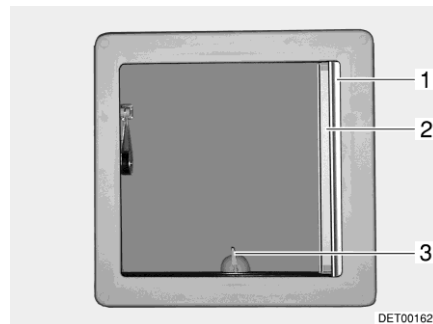
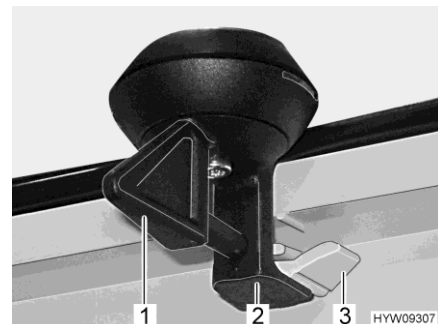

Fig. 50 Lanterneau basculant
Fig. 51 Verrouillage (lanterneau basculant)
- Tourner le levier (Fig. 50,3 ou Fig. 51,1) d'un quart de tour.
- Tourner le levier d'un quart de tour. Le dispositif de verrouillage (Fig. 51,2) doit pénétrer dans le cran d'arrêt inférieur (Fig. 51,3).
- Retirer le dispositif occultant plissé (Fig. 50,1) et le relâcher lorsqu'il a atteint la position voulue. Le dispositif occultant plissé reste alors à cette position.
- Tirer la moustiquaire (Fig. 50,2) jusqu'à ce que le dispositif de verrouillage s'enclenche dans la partie opposée.